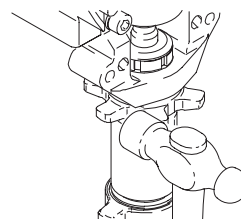

Abb. 10
6. Abb. 10. Mit einem max. 0,56 kg schweren Hammer fest auf die Sicherungsmutter klopfen, um sie zu lösen. Pumpe abschrauben.